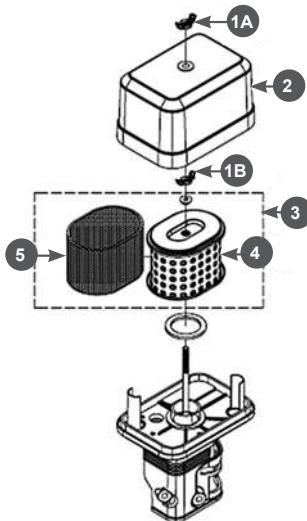

Рис. 25 Обслуживание воздушного фильтра
1. Открутите барашковую гайку 1A и снимите крышку 2 воздушного фильтра (Рис. 25).
2. Открутите барашковую гайку 1B и извлеките из корпуса воздушный фильтр 3 в сборе (Рис. 25).
3. Проверьте целостность и чистоту фильтрующих элементов. Поролоновый (предварительный) фильтрующий элемент 5 установлен на корпусе бумажного фильтрующего элемента 4 (Рис. 25).
4. При незначительном загрязнении промойте поролоновый фильтрующий элемент 5 (Рис. 25) теплым мыльным раствором и просушите.